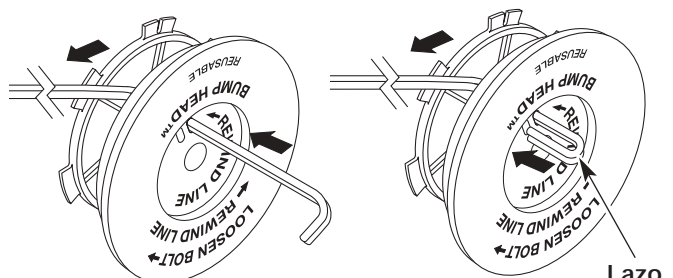

Figure 18
8. Corte aproximadamente 3,65 m (12 pies) de nueva línea de corte. Inserte un extremo de la línea a través de uno de los orificios del carrete interior (Fig. 18). Pase la línea a través del carrete interior hasta que queden sólo 4 pulgadas fuera.
9. Inserte el extremo de la línea en el orificio abierto del carrete interior y tire de la línea en forma ajustada a fin de que el lazo sea lo más pequeño posible (Fig. 18).